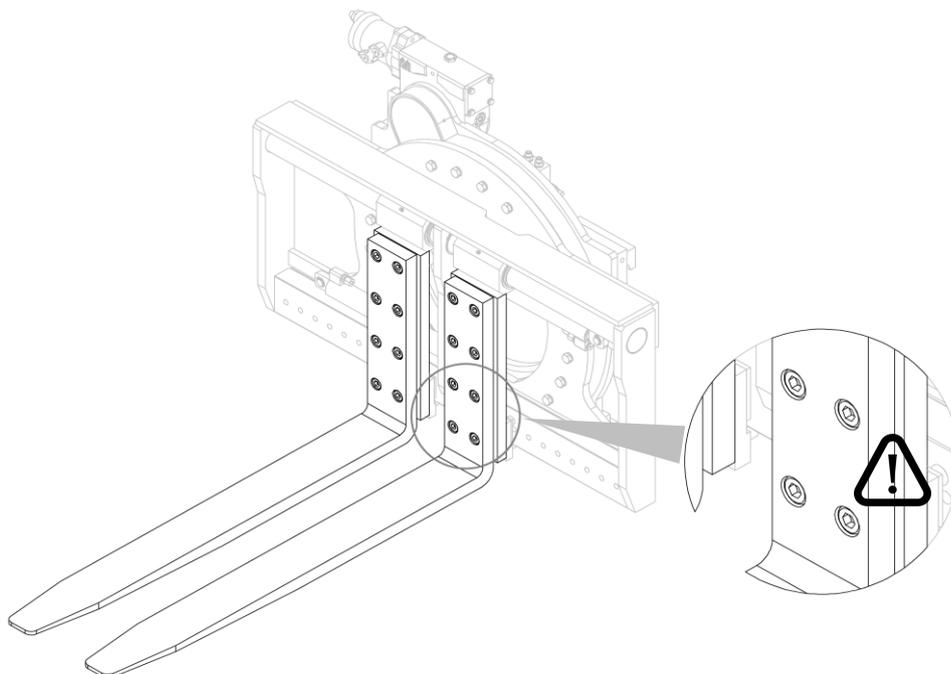

Figure 18
2. Vérifier le blocage correct des fourches (voir *Figure 18*).